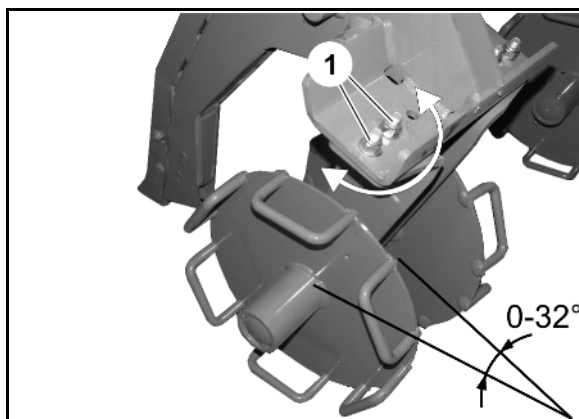

Рис. 94
1. Разъедините оба резьбовых соединения (Рис. 94/1) у каждого диска.